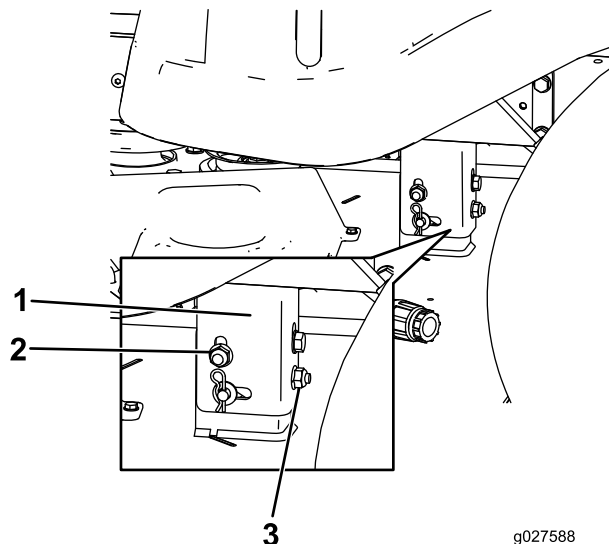

Figura 66
8. Eleve o baje el lado izquierdo de la carcasa de corte girando la tuerca trasera (Figura 66).
Nota: Gire la tuerca trasera en sentido horario para elevar la carcasa de corte; gire la tuerca trasera en sentido antihorario para bajar la carcasa de corte (Figura 66).